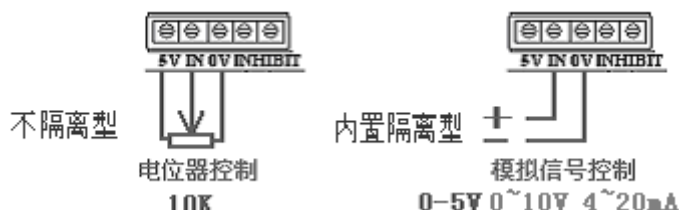

图 3
- 3、给定信号输入端：控制方式分电位器和模拟信号控制。见图 3